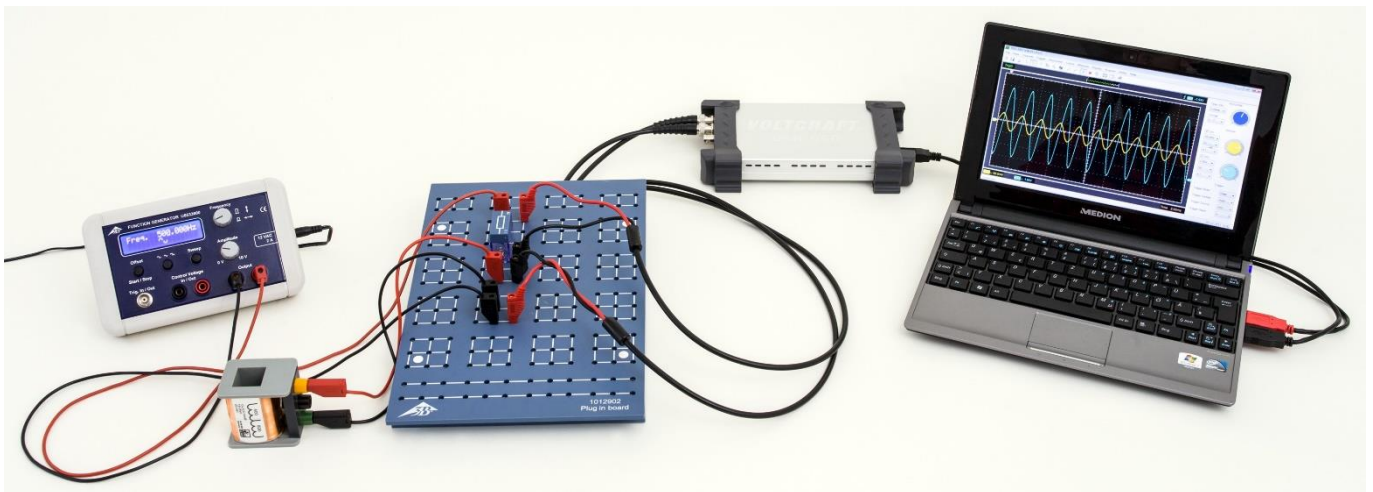

Fig. 1: Disposition pour mesure
- Monter l'agencement de mesure (Fig. 1) conformément au schéma de branchement (Fig. 2) avec la résistance  $R=10\ \Omega$  et une bobine de 1200 spires ( $L = 23\ \text{mH}$ ,  $R_L = 19\ \Omega$ ).